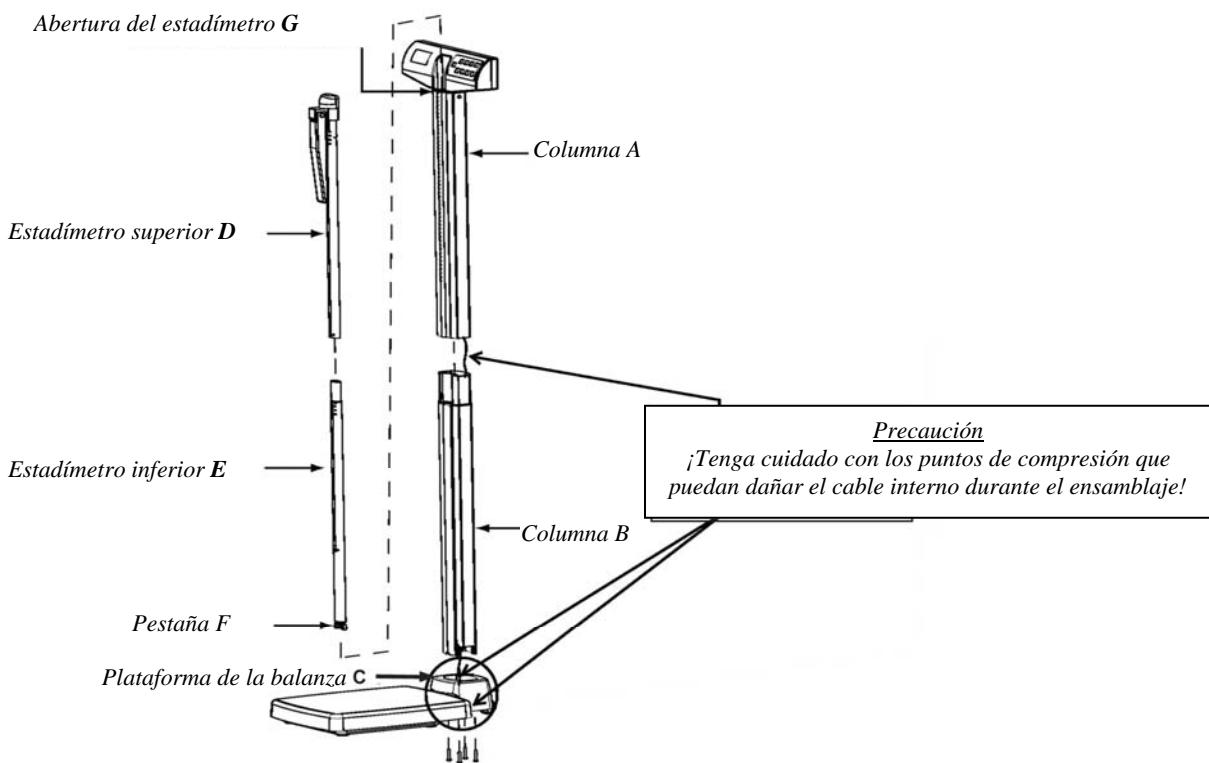

Figura 1
1. Retire cuidadosamente de la caja la plataforma de la balanza **C** y las columnas **A** y **B**. Coloque la plataforma y las columnas en una superficie plana, nivelada y seca (ver la figura 1).
10. Localice el estadímetro superior **D** y el estadímetro inferior **E** dentro de la caja (ver la figura 1).